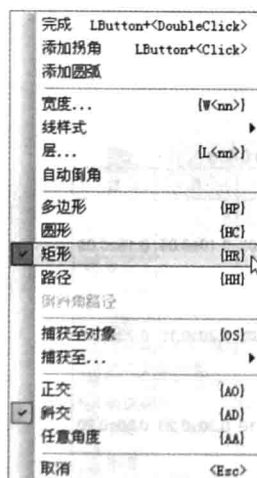
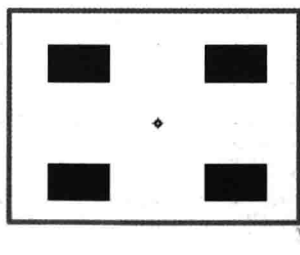

图 4-23 【矩形】命令
图 4-24 添加矩形 2D 线
(1) 添加丝印外框。在绘图工具栏中单击绘制 2D 线图标 。再单击鼠标右键，从弹出的快捷菜单中选择【矩形】命令，如图 4-23 所示。现在软件处于添加矩形 2D 线的状态，在工作区中单击鼠标左键就可以添加矩形 2D 线的一个起点，再移动鼠标可以确认矩形 2D 线的结束点，如图 4-24 所示。同理，可以选中 2D 线四个边框并设置新的 X 和 Y 坐标。